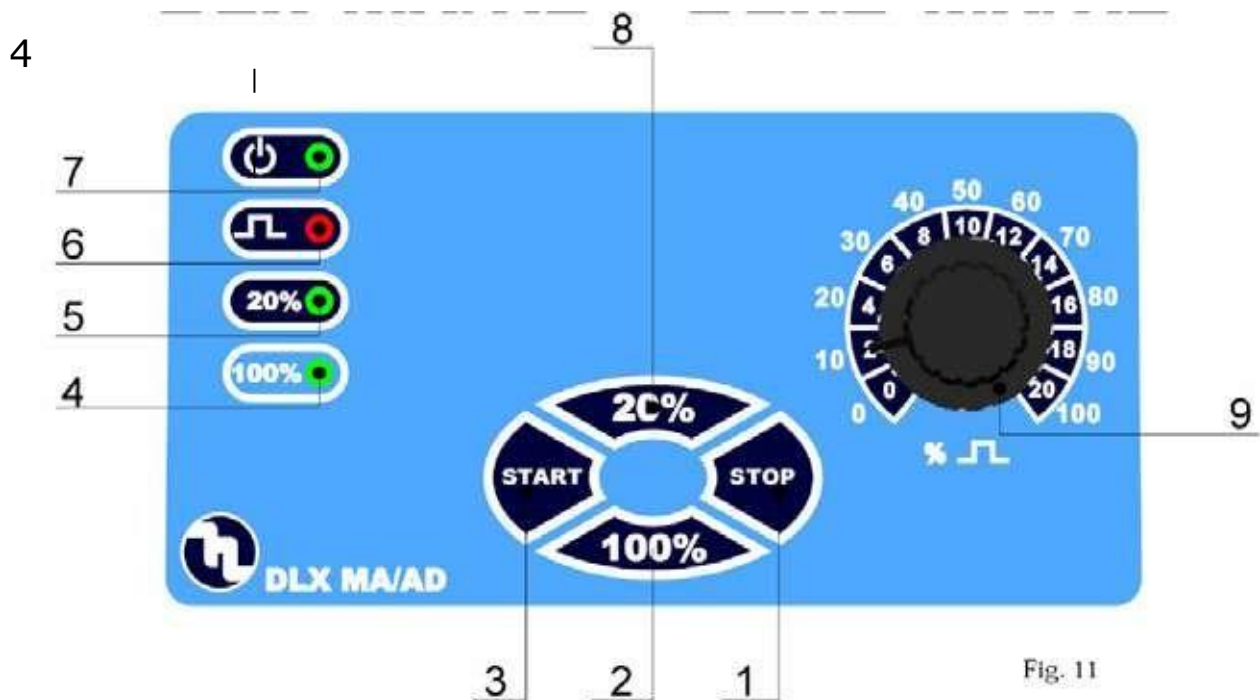

Fig. 11
6.1. Кнопки управління насосом (Рис. 11)